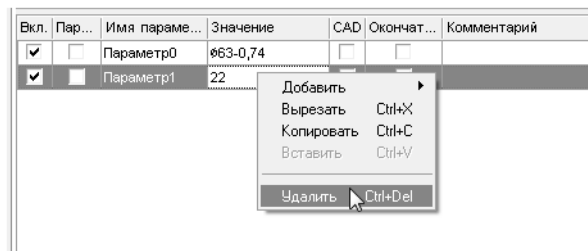

Рис. 3.11.
25. Любые размеры, заданные как параметры перехода, удаляются следующим образом - установите курсор на параметре, который требуется удалить, выберите в контекстном меню **Удалить** (рис. 3.11).